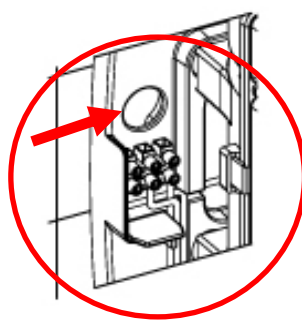

Abbildung 5
- Führen Sie die Stromkabel des Netzanschlusses durch das Loch mit dem 22 mm Durchmesser (0,87"), das sich über der Klemmleiste des Geräts befindet (Abb. 5).